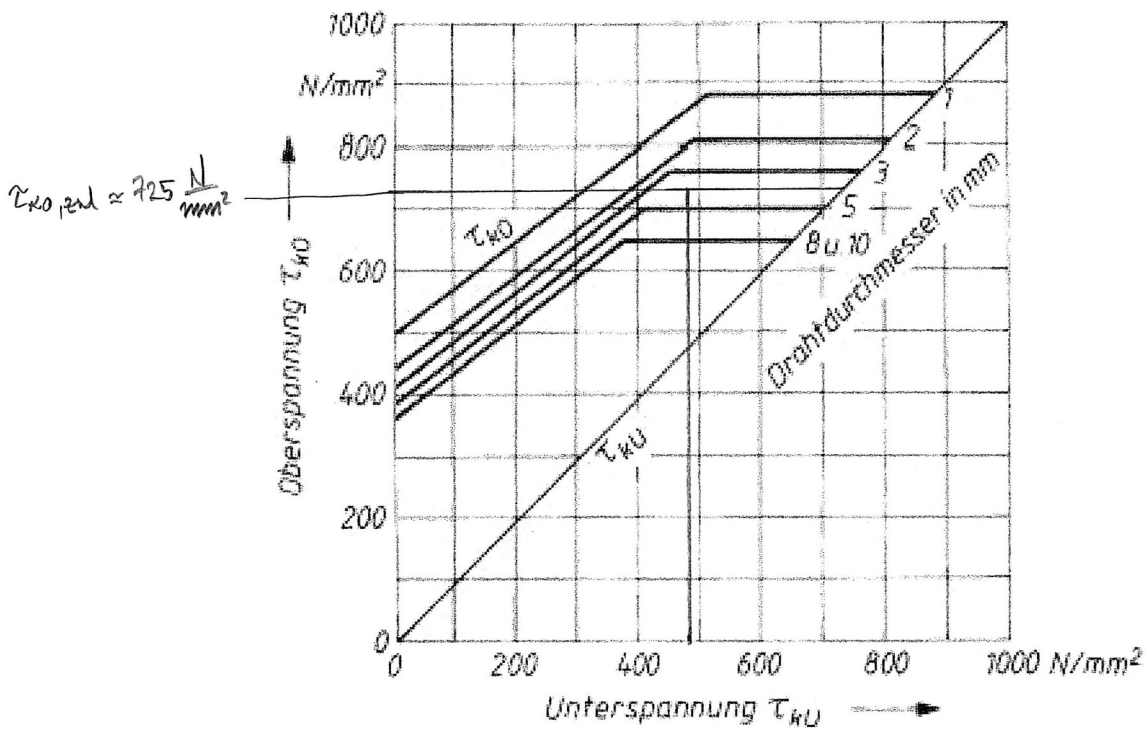

Abbildung 3.3: Dauerfestigkeitsschaubild für Schraubendruckfedern
e) Sicher gegen Dauerbruch? (2,5 Punkte) Überprüfen Sie, ob die Feder dauerfest ist. Ermitteln Sie dafür die zulässige Hubspannung und verwenden Sie gegebenes Diagramm, siehe Abbildung 3.3.